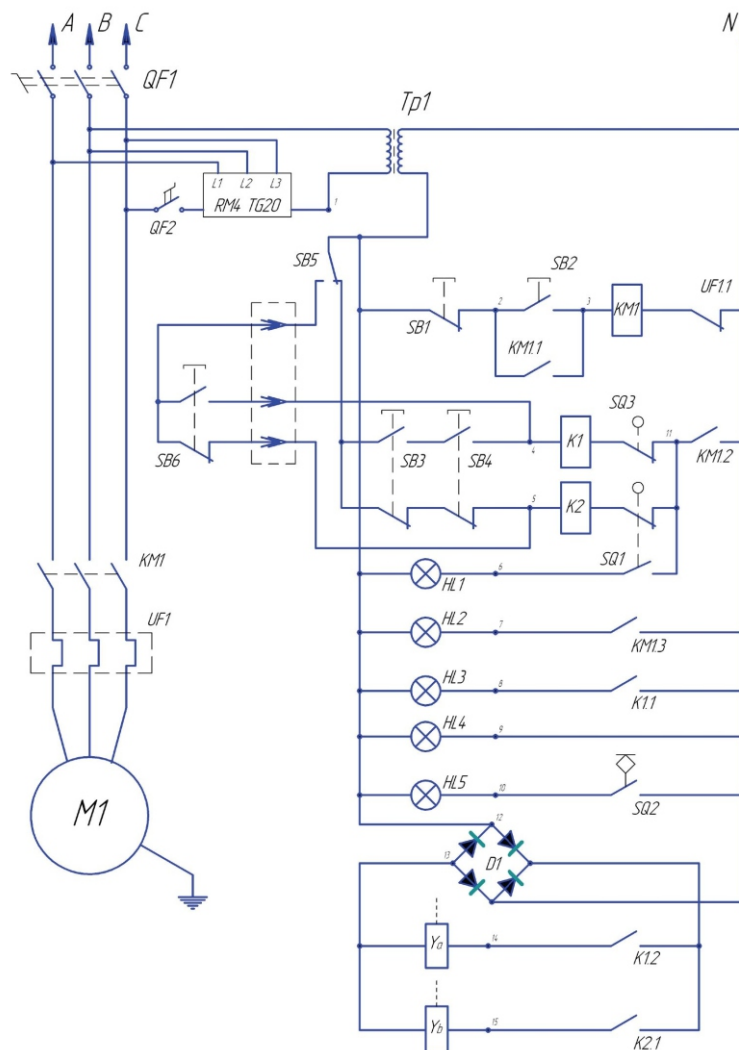

Рис.3. Электрическая схема прессы
Электрическая схема прессы представлена на рис. 3.
8.3. Подключить пресс к электросети при помощи кабеля сечением 4 кв.мм согласно электросхеме рис.3.